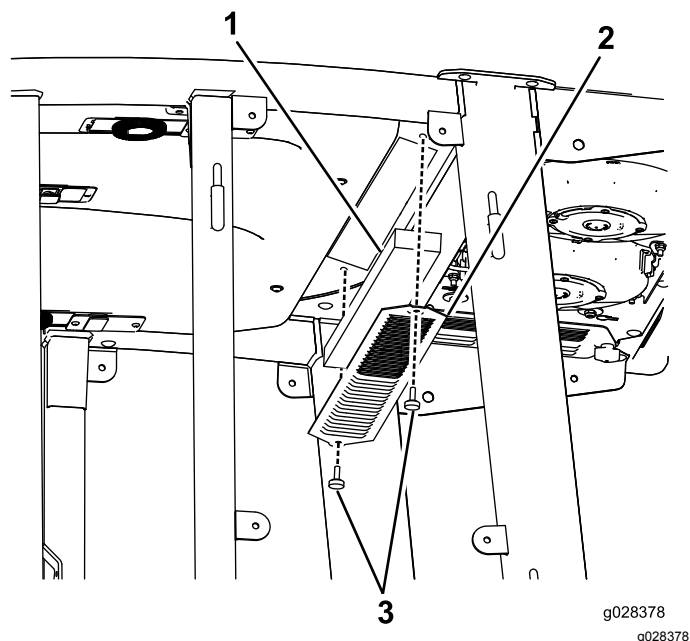
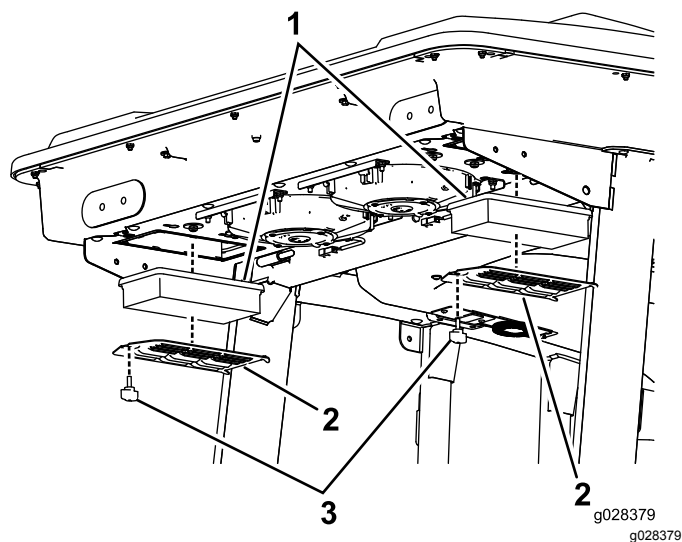
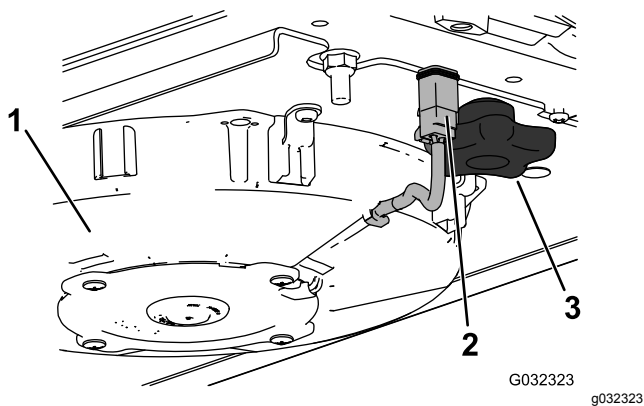
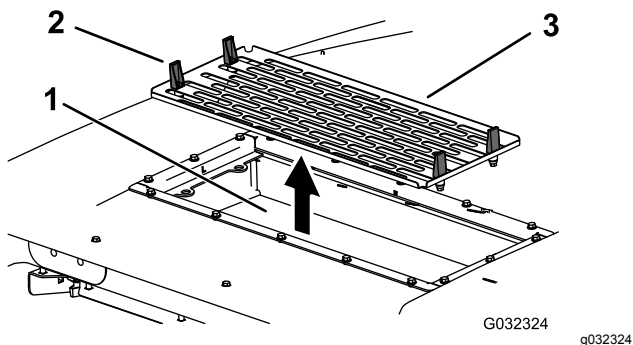

Figura 115
Figura 116
Figura 117
Figura 118
1. Rimuovete le viti e le griglie sia dal filtro dell'aria interno alla cabina, sia da quello sulla parte posteriore della cabina (Figura 115 e Figura 116).
- 5. Togliete i filtri dell'aria (vedere Figura 116).
- 7. Installate i filtri dell'aria, la griglia e il gruppo ventola (Figura 116, Figura 117 e Figura 118).
- 8. Collegate il filo per ciascuna ventola (Figura 117).